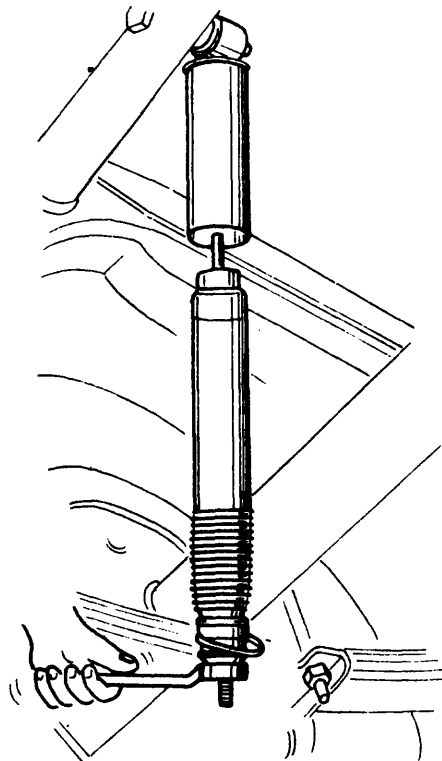

Fig. 1
- a Saque las tuercas que fijan el amortiguador (fig. 1).